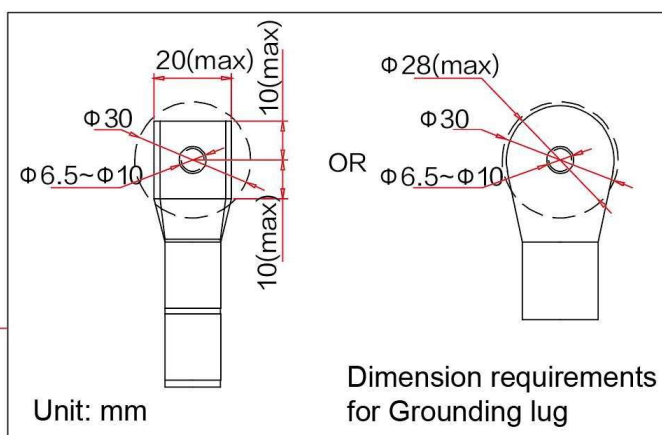

Fig. 4-4 Método de aterramento
- Aterramento interno (obrigatório): Conecte o fio PE ao pino de aterramento interno localizado no lado inferior direito do barramento CA, conforme mostrado na Fig. 4-4 à esquerda.
- Aterramento externo (opcional): Conecte o cabo de aterramento ao orifício de aterramento externo localizado na parte inferior da máquina, próximo à porta CA, conforme mostrado na Fig. 4-4 à direita.